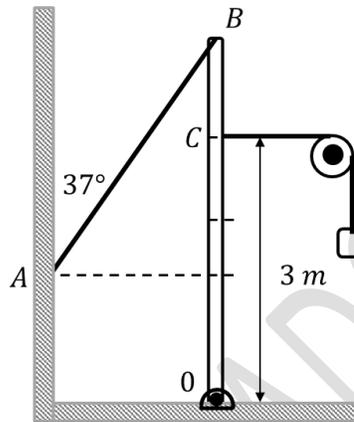

Fig. 4.22.
4.11.- Una barra OB de peso 350 (N) y largo 4 (m) se mantiene en equilibrio mediante una cuerda AB sujeta desde el extremo B a la pared en A. Además, desde una distancia de 3 m del punto O, un cable sujeta un peso de 90 (N) como muestra la Fig. 4.22. Calcular: